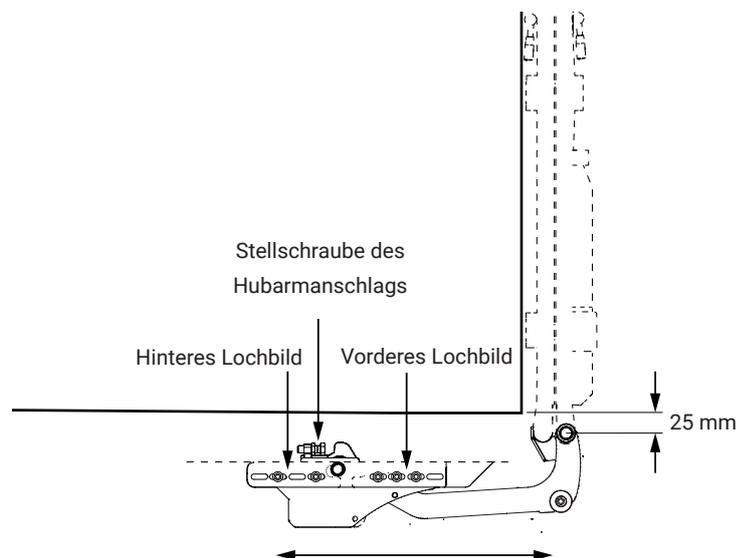

Abbildung 10. Den Hubarmanschlag mit Hilfe der Stellschrauben so einstellen
2. Den Hubarmanschlag mit Hilfe der Stellschrauben so einstellen, dass der Höhenunterschied zwischen Zentrum des Achsloches und Fahrzeugboden ca. 25 mm beträgt, siehe Abbildung 10.